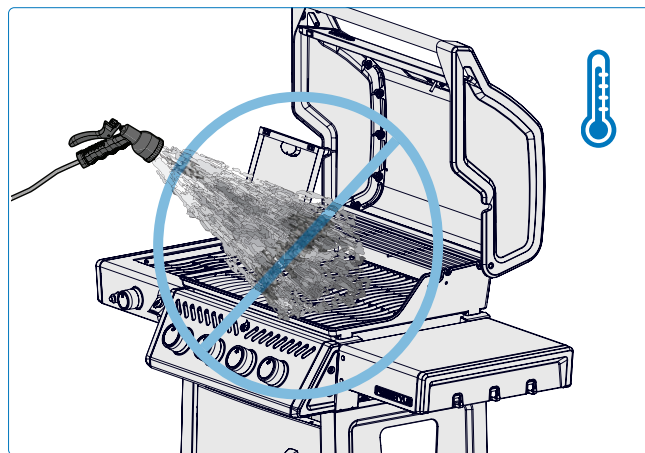

Fig. 28
1. Ne jamais éteindre une flamme ou contrôler les flambées avec de l'eau (**Fig. 28**)